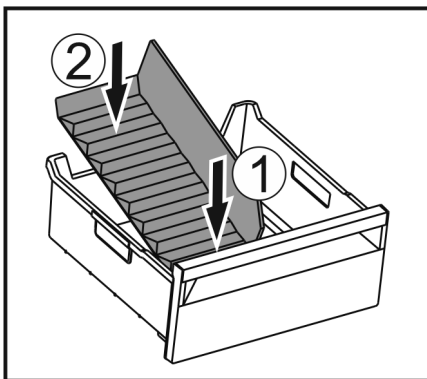

Fig. 212
- ▶ Vorderen Teil des Eisfach-Trenners einsetzen. Fig. 212 (1)
- ▶ Hinteren Teil des Eisfach-Trenners bis zum Schubfachboden absenken. Fig. 212 (2)